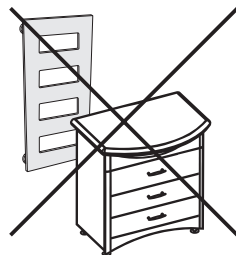

Рис.2
4.13. Запрещается размещать перед дизайн-радиатором мебель или другие предметы, которые способны создать помеху свободной циркуляции воздуха вокруг дизайн-радиатора (рис. 2).